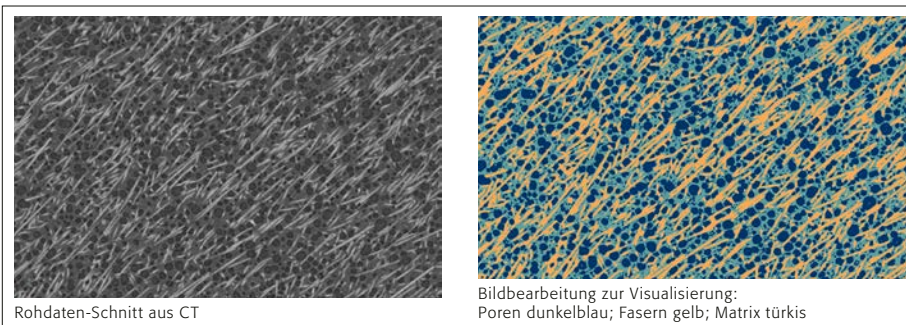

Bild 2: Schaum- und Faserverteilung in geschäumtem Faserverbund-Kunststoff
- Zur 3D-Visualisierung wird die Computertomografie CT eingesetzt. Hiermit können Materialkontraste durch Fasern (Visualisierung der Faserrichtung), Löcher (Gasblasen, Schwundvakuolen, Schaumstrukturen) und Einschlüsse (Fremdmaterial) im Bauteil ohne Zerstörung gefunden werden. Die lokale Auflösung beträgt einige μm und hängt stark von der Probengröße ab. Auch eignet sich die Methode zur geometrischen Ausmessung, um z.B. Soll-Ist-Vergleiche machen zu können. Bild 2 visualisiert einen Ausschnitt eines geschäumten Faserverbundwerkstoffs, bei welchem anschliessend durch Bildverarbeitung Fasern und Poren aufgetrennt wurden.